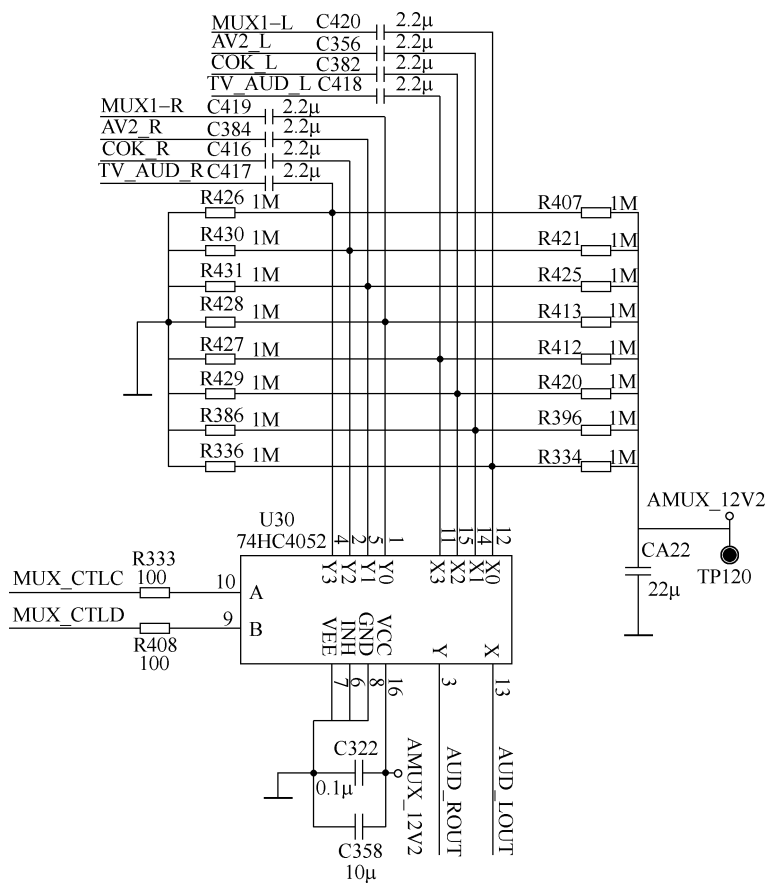

图 6-51 R407 相关电路
【附注】1) 该机在故障出现时主要检测 U30④脚电压 (正常为 3V)。2) R407 相关电路如图 6-51 所示。